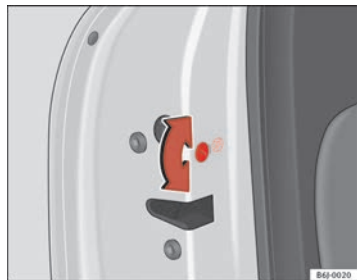

Fig. 42 Seguro para niños de la puerta izquierda
- Con la puerta abierta, gire la ranura con la llave del vehículo en sentido anti-horario para puertas izquierdas ⇒ **fig. 42** y horario para las puertas derechas.
- Con la puerta abierta, gire la ranura con la llave del vehículo en sentido anti-horario para puertas derechas y horario para las puertas izquierdas ⇒ **fig. 42**.